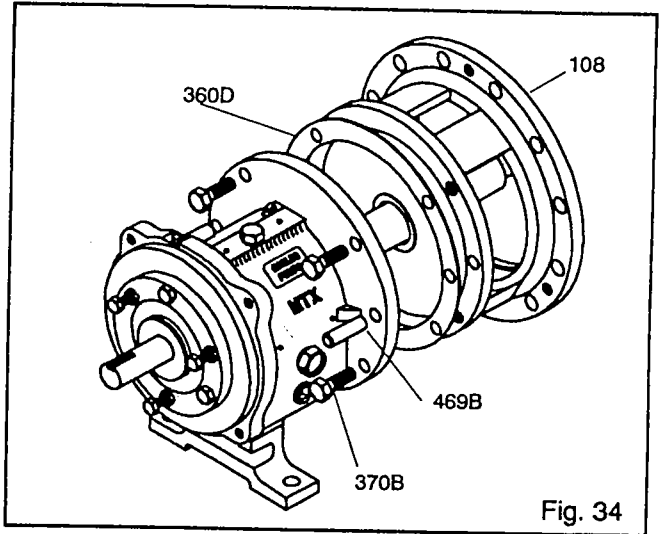

Fig. 34
2. Remove frame adapter (108) (Fig. 34).